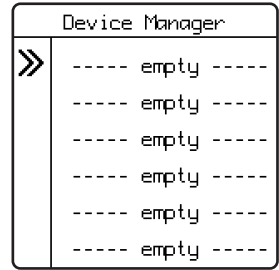

Fig. 1
5. Seleccione un espacio vacío con las flechas (---- empty ----) en la lista (fig. 1).